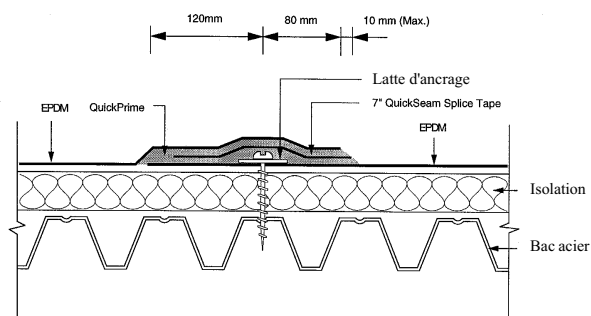

Fig. 6
4.3.3.2 Système de fixation "BIS" (fig. 6)